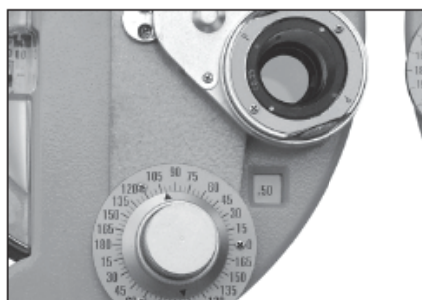

Fig.37
(3) Rotiți din nou lentila pentru a face o comparație. Dacă ceea ce vede Testee este cel mai clar, așa cum se arată în Fig.37, mutați lentila cilindrice transversală axial spre punctul roșu cu 5°, permițându-i să devină 100°.
(4) Întoarceți din nou obiectivul. Dacă testatorul nu poate raporta nicio diferență, axa cilindrului de examinare precisă este finalizată (cu axa astigmatică de 100°).
(5) Acum pentru a efectua măsurarea precisă a puterii cilindrului (C) și întoarceți litera P la axa originală (vezi Fig.37).